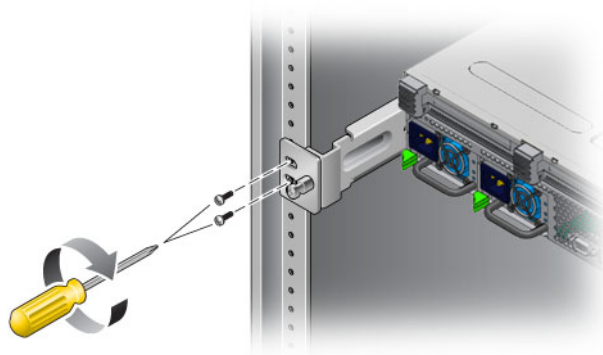

図 3-5 ラックへのサーバーの背面の固定
9. 各背面取り付けサポート固定部品にねじを 2 本ずつ使用して、背面取り付けサポート固定部品をラックの背面に固定します (図 3-5)。